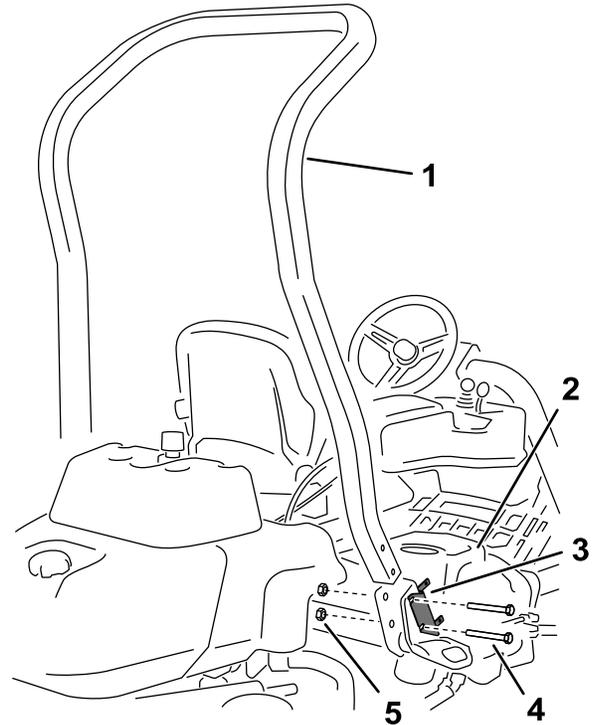

Figura 3
4. Retire los 2 pernos que sujetan el soporte del bloque de fusibles al alojamiento del ROPS, como se muestra en la Figura 3.